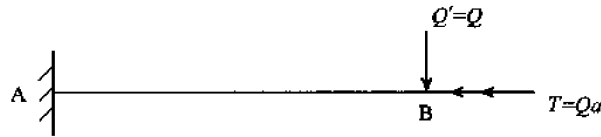

图 8-31
(3) 将作用在 C 点的力 Q 简化到 B 点, 得到作用力 $Q' = Q$ 和扭矩 $T = Qa$ 如图 8-31 所示,